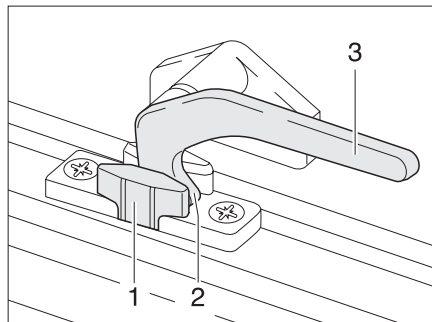
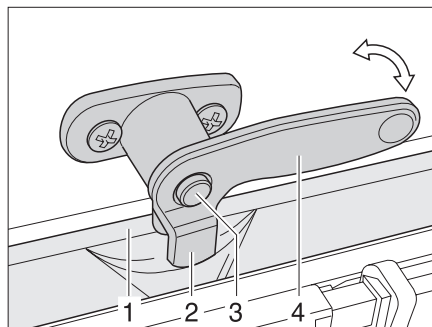

Fig. 21 Leva di serraggio in posizione "Aerazione continua"
Fig. 22 Leva di serraggio con bottone di sicurezza in posizione "Aerazione continua"
- in posizione di "Aerazione continua" (Fig. 21)
- ▶ Se presente, premere il bottone di sicurezza (Fig. 22,3) e mantenerlo premuto.
- ▶ Ruotare la leva di serraggio (Fig. 21,3 o Fig. 22,4) di un quarto di giro verso il centro della finestra.
- ▶ Girare nuovamente all'indietro la leva di serraggio. Far entrare il nasello di chiusura (Fig. 21,2 o Fig. 22,2) nella rientranza della chiusura della finestra (Fig. 21,1 o Fig. 22,1).